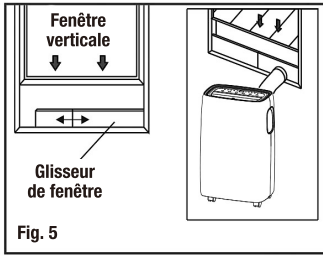

Fig. 5
4. Fixez la sortie du tuyau dans le kit de glissière de fenêtre et scellez. (Fig.5 et 6).